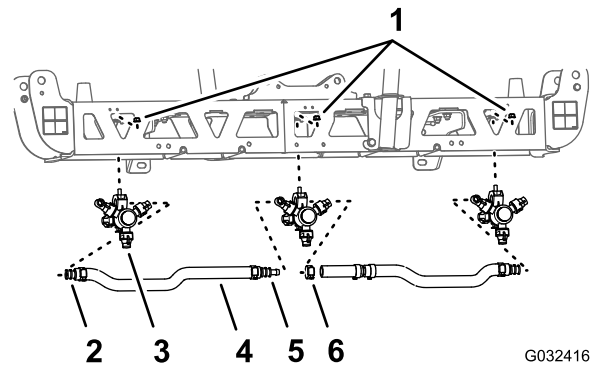
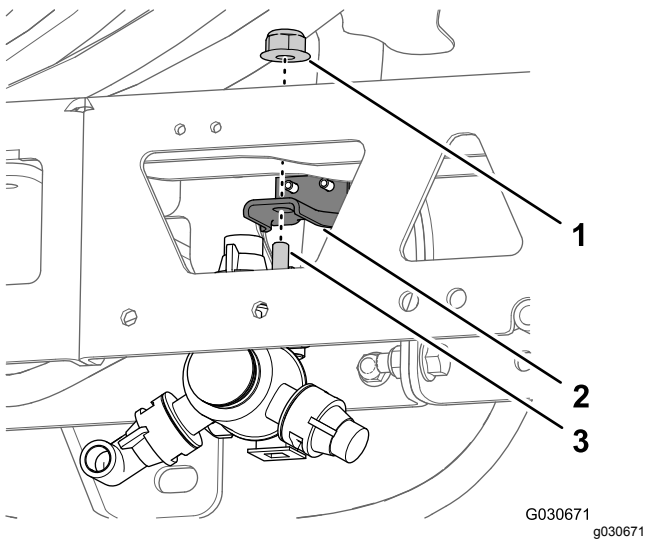

Figura 70
Figura 71
1. En la sección de brazo central, retire la contratuerca con arandela prensada que sujeta la boquilla de fumigación al soporte de la boquilla (Figura 70 y Figura 71).
3. Retire la boquilla de la sección de brazo central (Figura 70 y Figura 71).
5. Retire las mangueras (3/4" de diámetro interno), los conectores dentados, las abrazaderas y el acoplamiento en T dentado de la sección de brazo central (Figura 70).